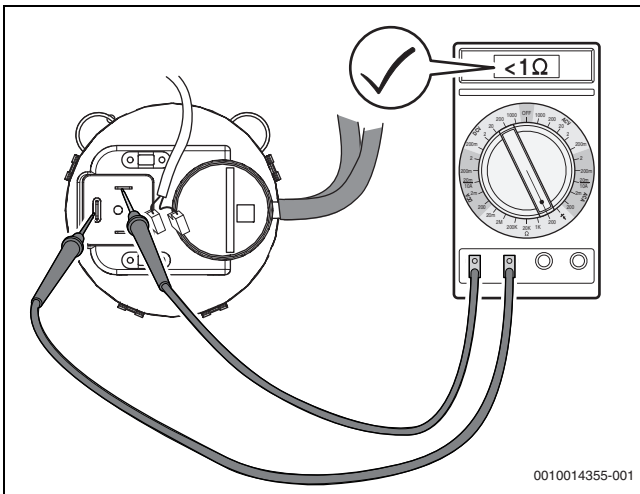

Рис. 68 Проверка проводимости дифференциального реле давления (реле в порядке)
- ▶ Отсоедините электрические провода на дифференциальном реле давления и измерьте сопротивление на контактах (→рис. 68).